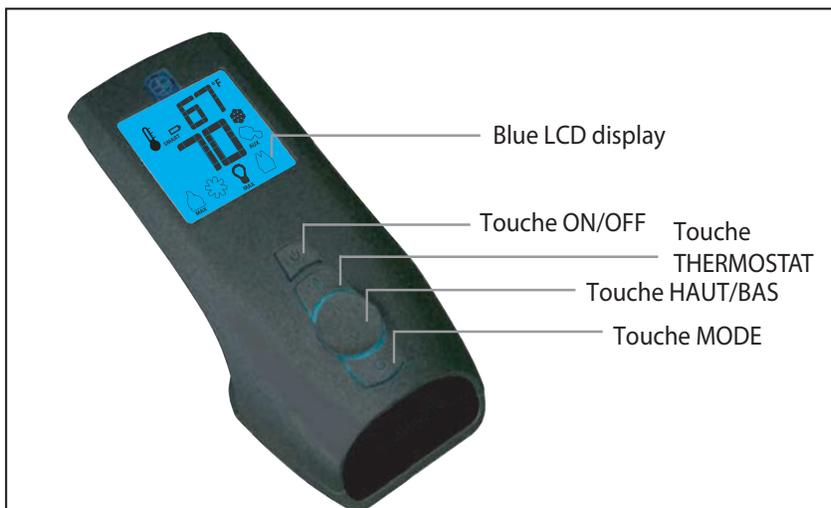
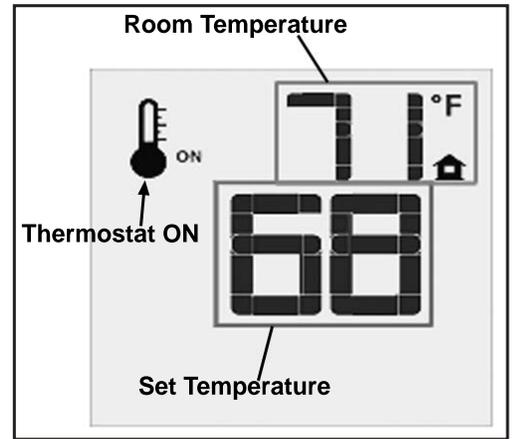
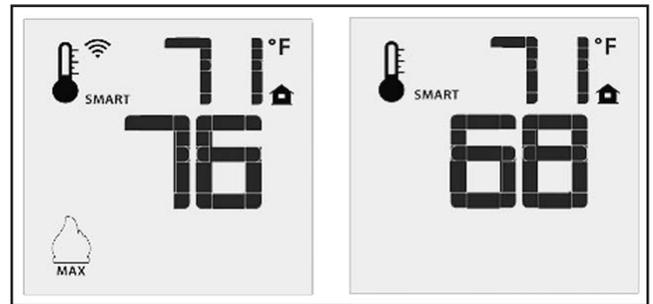

Figure 4: Émetteur Proflame 2.
Figure 9: La télécommande montre la température programmée.
Figure 10: La fonction « thermostat intelligent » (SMART Thermostat).
L'émetteur Proflame 2 est une télécommande munie d'un écran ACL rétro-éclairé bleu. Il a une conception rationalisée avec une disposition de boutons simplifiée et un affichage informatif ACL (Figure 4). L'émetteur est alimenté par trois (3) piles type AAA. Un bouton « mode » sert à changer entre les options et un bouton « thermostat » est utilisé pour allumer ou fermer, ou voir l'index des options pour le thermostat (Figure 4 & Figure 5).
Appuyez la touche marche-arrêt sur l'émetteur. L'écran ACL montrera la température ambiante de la salle et l'icône du thermostat (voir la Figure 9). Un seul bip de l'IFC confirme la réception de la commande et la veilleuse et le brûleur principal se fermeront (si l'appareil n'est pas réglé au mode CPI).
La télécommande peut fonctionner comme un thermostat ambiant. Le thermostat peut être réglé à la température désirée pour contrôler le confort dans la salle. Pour activer cette fonction, appuyez sur la touche « Thermostat » (voir la Figure 4). L'écran ACL de l'émetteur changera pour montrer que le thermostat ambiant est allumé et la température programmée est montrée sur l'écran (voir la Figure 9). Pour ajuster la température, appuyez sur les flèches vers le haut ou le bas pour programmer votre température désirée.
Le mode « Thermostat intelligent » ajuste la hauteur des flammes en calculant la différence entre la température programmée et la température ambiante actuelle. Si la température ambiante approche la température programmée, la fonction intelligente baissera le niveau des flammes. Pour activer cette fonction, appuyez sur la touche « thermostat » (Figure 4) jusqu'à ce que vous voyiez le mot « SMART » à la droite de l'icône de thermostat (Figure 10). Pour ajuster la température programmée, utilisez les flèches pour trouver votre température idéale.